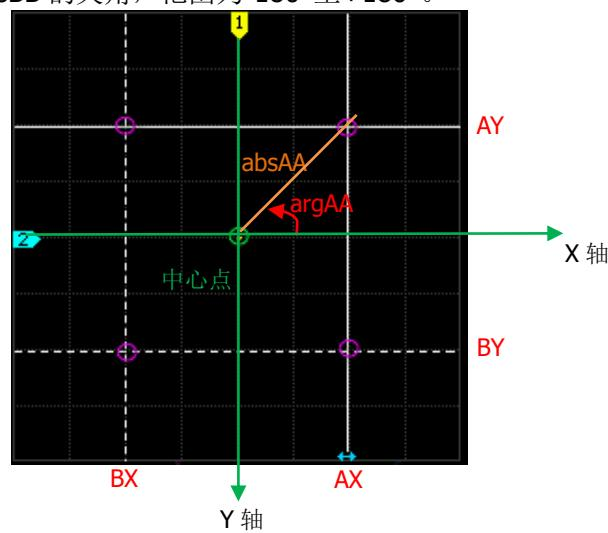

图 6-8 XY 光标测量结果定义
- absAA: 光标 AX 和光标 AY 交点相对于中心点的弦长，中心点定义为屏幕上两个通道标签所在的水平位置(即 X 轴)与垂直位置(即 Y 轴)的交点。如图 6-8 所示。